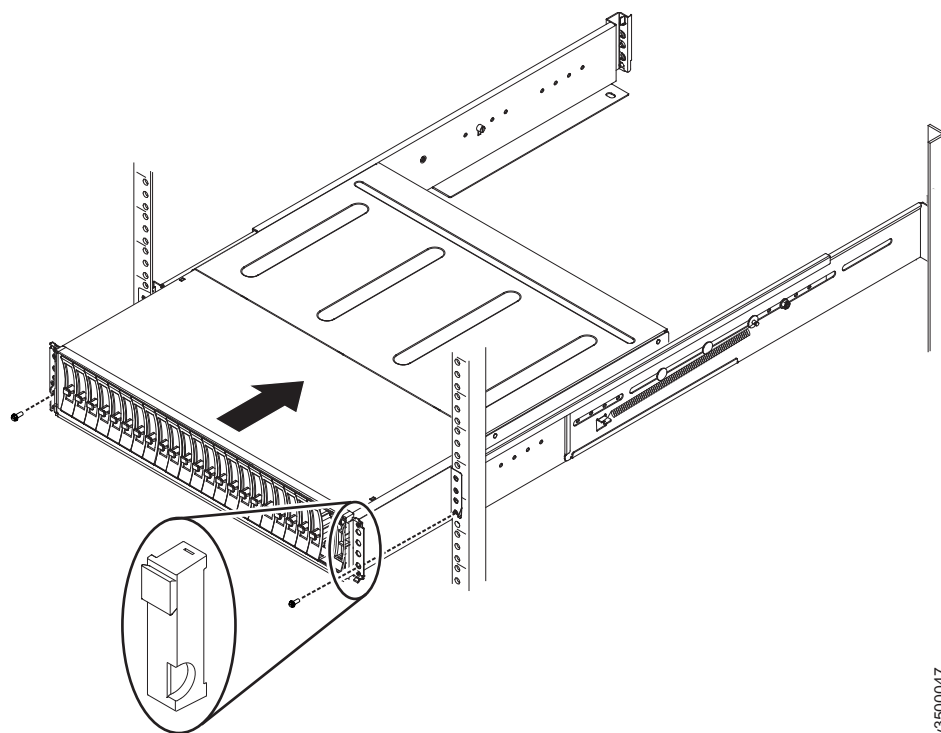

Figure 38. Insertion du boîtier dans l'armoire
3. Faites glisser avec précaution le boîtier dans l'armoire sur ses glissières jusqu'à insertion complète du boîtier (voir figure 38, à la page 37).
5. Réinstallez le cache de droite et de gauche. Voir figure 38. Le cache de gauche dispose de fentes destinées à des indicateurs qui s'alignent avec les voyants d'état sur le bord du boîtier.